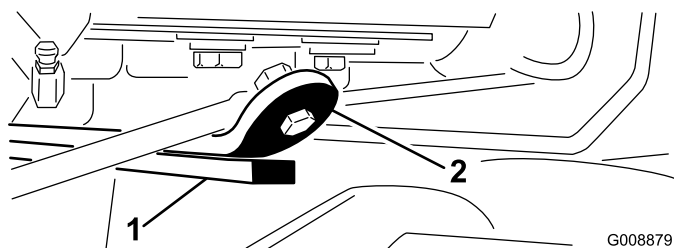

図 28
- 3. エンジンを始動し、昇降アームを上昇させて、後カッティングユニット上部にあるウェアバーとバンパーストラップとの間のすき間が、0.51-2.54 mm になっていることを確認する(図 28)。